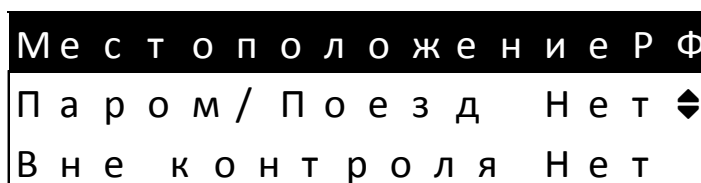

Рисунок 7.2.1 - Окно выбора и включения режима Паром / Поезд
7.2.6 Окно выбора и включения режима **Паром / Поезд** (рисунок 7.2.1).